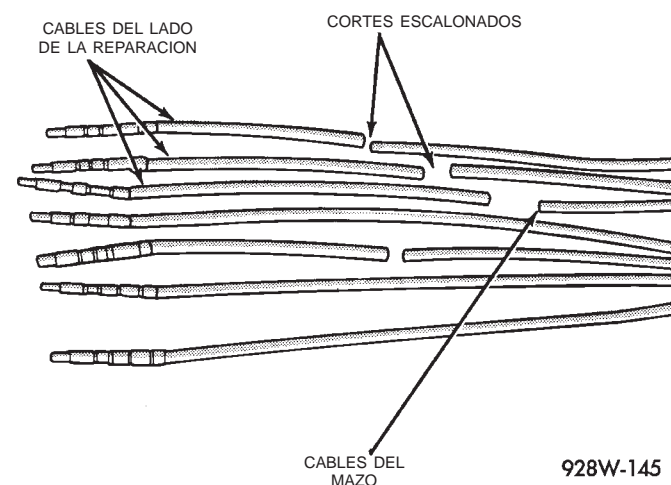

Fig. 13 Corte escalonado de cables
(1) Desconecte la batería.
(2) Desconecte el conector que debe repararse de su mitad o componente complementario.
(3) Corte el cable del conector existente inmediatamente por detrás del aislador. Quite quince centímetros (6 pulgadas) de cinta del mazo.
(4) Corte escalonadamente todos los cables del lado del mazo, a intervalos de 13 mm (1/2 pulgada) (Fig. 13).
(5) Retire 25 mm (1 pulgada) de aislamiento de cada cable del lado del mazo.
(6) Corte escalonadamente los cables complementarios del conjunto del conector en orden inverso al de los cortes efectuados del lado del mazo. Incluya una longitud adicional para las conexiones soldadas. Verifique que la longitud total sea igual a la original (Fig. 13).